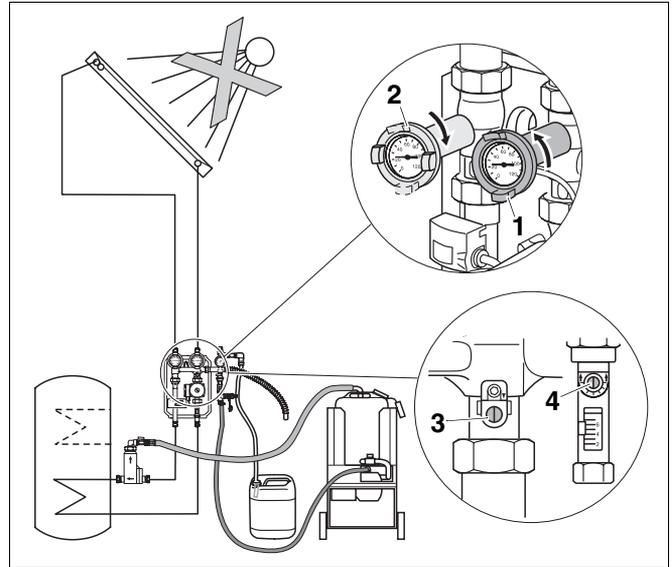

Abb. 14 Blauen Kugelhahn öffnen, roten schließen sowie Schwerkraftbremse(n) und Durchflussbegrenzer öffnen
- Öffnen Sie bei der Kompletstation den blauen Kugelhahn (Abb. 14, **Pos. 1**, solarer Rücklauf) und schließen Sie den roten Kugelhahn (Abb. 14, **Pos. 2**, solarer Vorlauf).
- Öffnen Sie bei der Kompletstation die Schwerkraftbremse(n) (Abb. 14, **Pos. 3**) und den Durchflussbegrenzer (Abb. 14, **Pos. 4**).